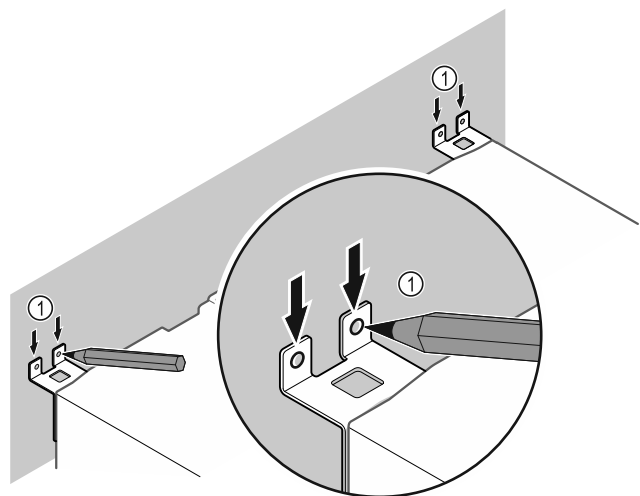

Fig. 51
- Markierungen an der Wand setzen Fig. 51 (1).